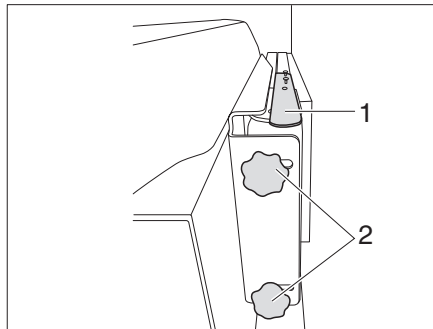

Bild 132 Fäste med ledad arm (variant 1)
- Tryck spaken (Bild 132,1) nedåt för att lossa den platta bildskärmen ur spärren. Släpp spaken.
- Lossa två 2 räfflade skruvar (Bild 132,2) och sväng den platta bildskärmen till önskat läge. Dra fast räfflade skruvar (Bild 132,2) igen.